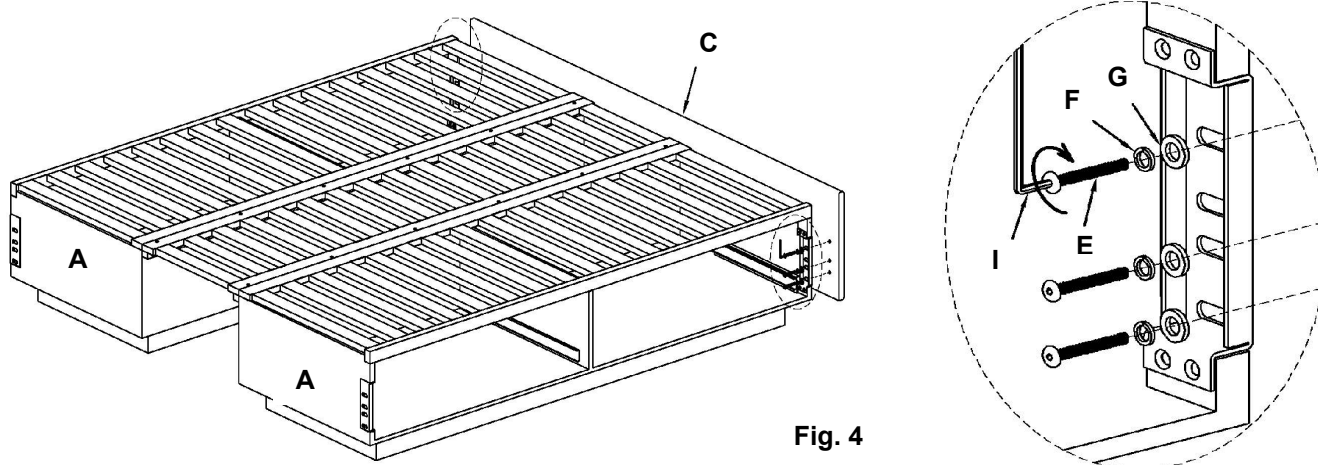
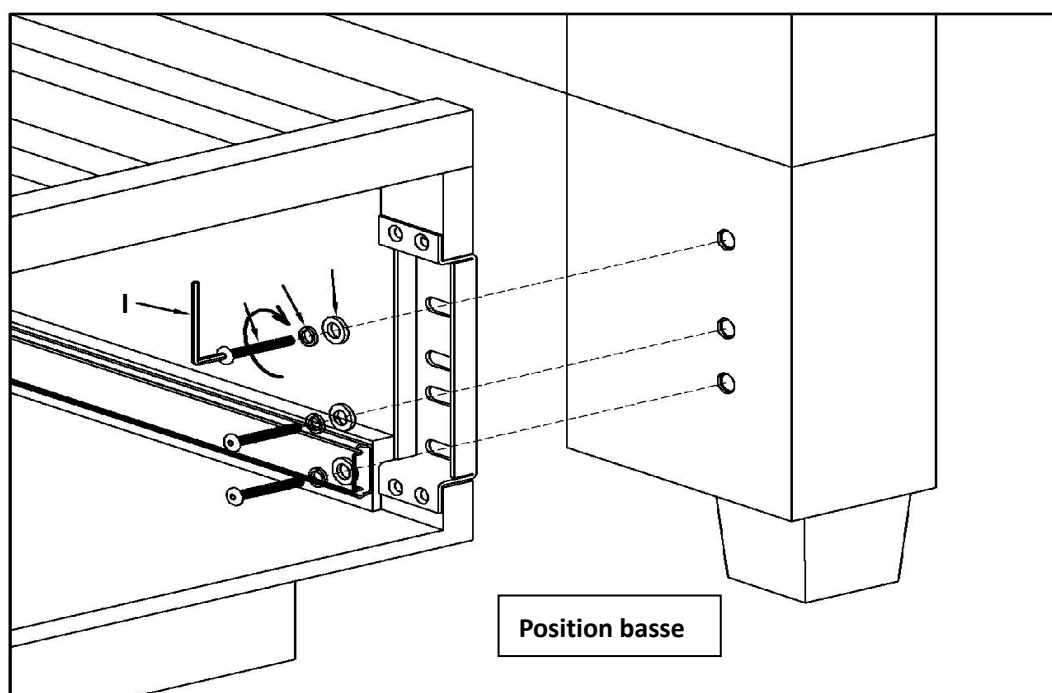

Fig. 4
Fig. 5
6. Assemble the Footboard (C) to one side of the Side Frame (A), as shown below.
7. Secure Footboard (C) to the Side Frames (A) with 6 sets of: Bolt E, Spring Washer (F), and Flat Washer (G), as shown in the illustration below. See **Fig. 4**.
8. Tighten all bolts using the supplied Allen Key (I).
23. Assembler le dossieret (C) à un des cadres latéraux (A), comme indiqué dans le schéma ci-dessous.
24. Fixer le dossieret (C) aux cadres latéraux (A) à l'aide de six jeux de : boulons (E), rondelles à ressort (F) et rondelles plates (G), comme indiqué sur l'illustration ci-dessous. Voir **Fig. 4**.
25. Serrer tous les boulons avec la clé hexagonale (I) fournie.
- Les têtes de lit Raleigh, York et Georgetown utilisent le support avec fentes dans la position basse (comme livrées à leur sortie d'usine). La distance entre le sol et le trou inférieur est d'environ 5-1/2 pouces. Voir Fig. 5. Lors de l'installation d'une tête de lit dans la position basse, passer directement à l'étape 11. Voir **Fig. 5**.